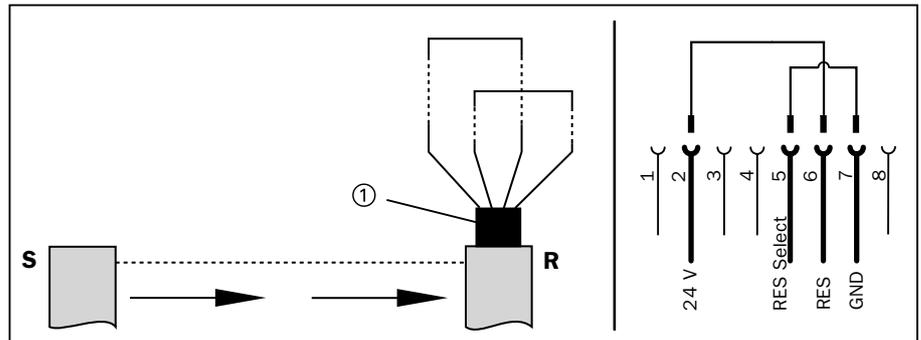

Fig. 5-14 : C 2000/M 2000 avec verrouillage de redémarrage désactivé
**Remarque** Si le barrage doit fonctionner sans interdiction de redémarrage, il est nécessaire de câbler, côté armoire électrique, les fils du câble d'extension du récepteur conformément à la Fig. 5-14. Pour désactiver l'interdiction de redémarrage il est également possible d'utiliser un connecteur mâle précâblé (référence n°. 6 021 238, cf. *paragraphe 11.1 Accessoires*) à brancher sur le connecteur (femelle) d'extension..